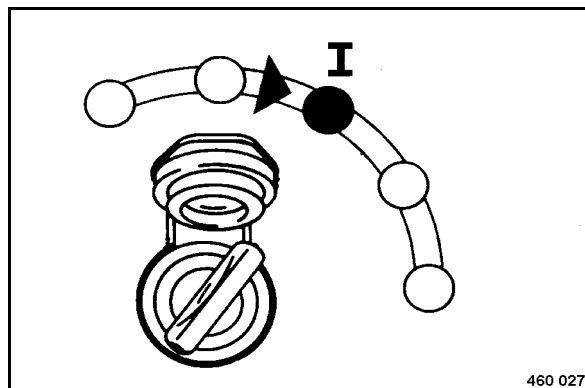

Fig. 50
- Tourner la clé de contact (Fig. 50) sur position "I".